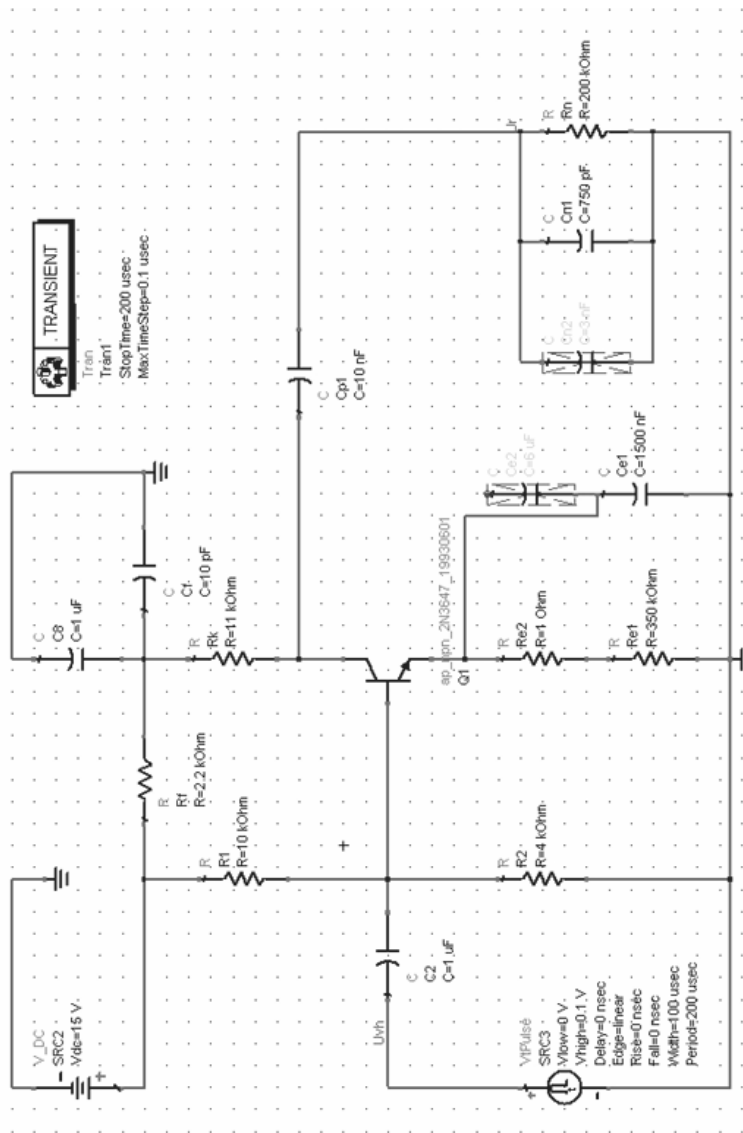
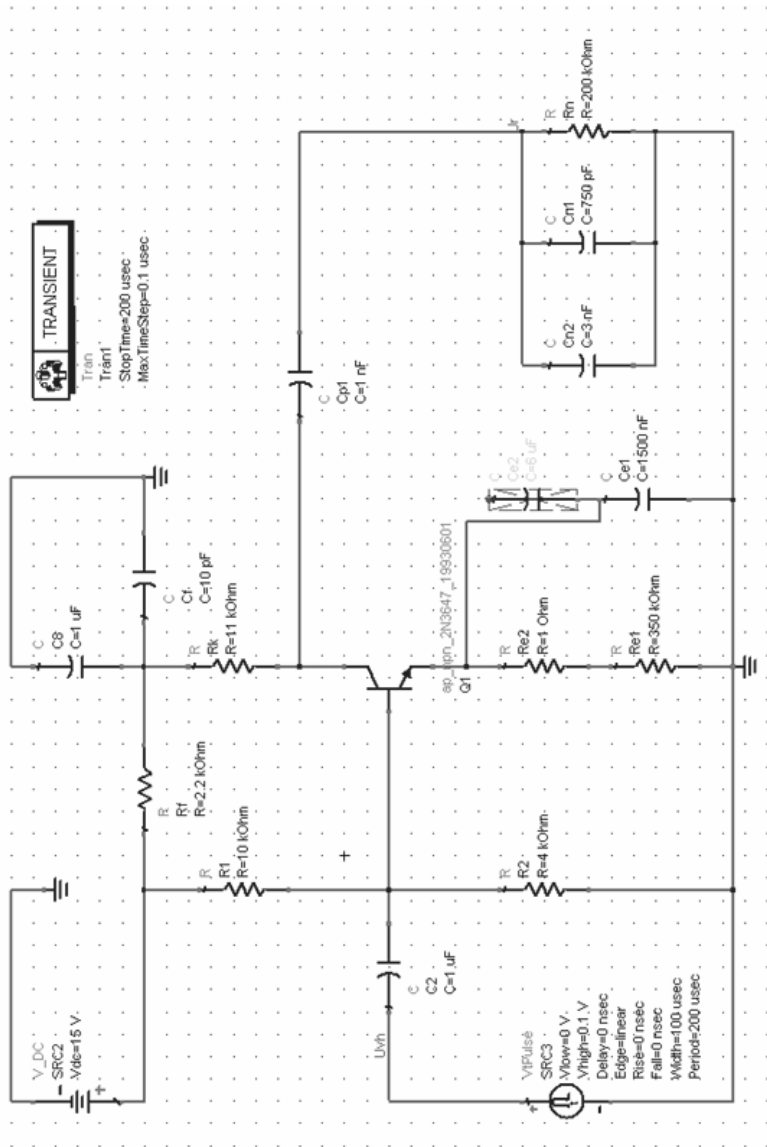

Рис. 5. Схема эксперимента 3
Рис. 6. Схема эксперимента 4
**Эксперимент 3.** Используя схему на рис. 3, изменить значение емкости  $Cp1$  с 1 на 10 нФ (рис. 5).
**Эксперимент 4.** Использовать схему на рис. 5, параллельно емкости  $C_{n1}$  включить емкость  $C_{n2}$ , увеличив тем самым емкостное сопротивление выходной цепи (рис. 6).